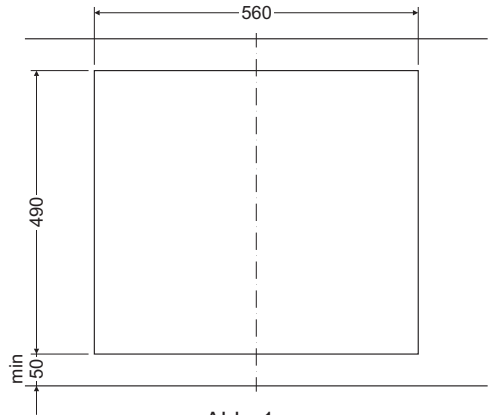

Abb. 1
- Ausschnitt für Arbeitsplatte nach dem Abb. 1 vorbereiten.